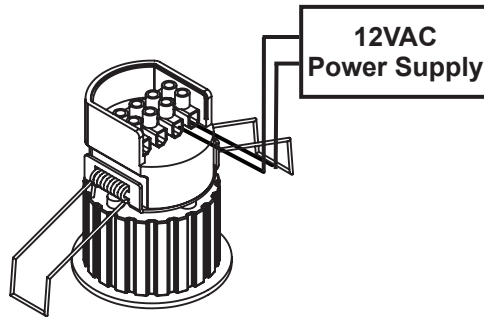

Figure 1
4. Loosen the terminal block cover on top of the one inch led fixture and insert the secondary leads of the 12V transformer into the adjacent terminal blocks on left of right side **(Figure 1)**. The terminal blocks are designed to accept 18-12AWG wires. Tighten terminal block screws to secure the secondary wires. The one inch led fixture may be daisy chained using the second pair of terminal blocks.
4. Desserrez le couvercle du bornier sur le dessus d'un pouce Et insérez les fils secondaires du transformateur 12V Dans les bornes adjacentes à gauche du côté droit (Figure 1). Les borniers sont conçus pour accepter des fils 18-12AWG. Serrer les vis du bloc de connexion pour sécuriser les fils secondaires. le Un appareil électroménager de 1 pouce peut être en chaîne en utilisant la deuxième paire Des borniers.